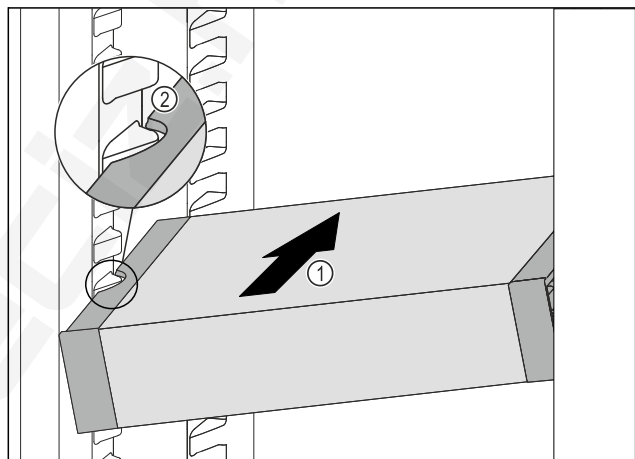

Fig. 69
- ▶ A VarioSafe fiókot ferdén tolja be a hűtőrézszbe Fig. 69 (1) annyira, hogy a VarioSafe oldalsó kivágásai Fig. 69 (2) a hűtőrézszben a tartóborda magasságában legyenek.